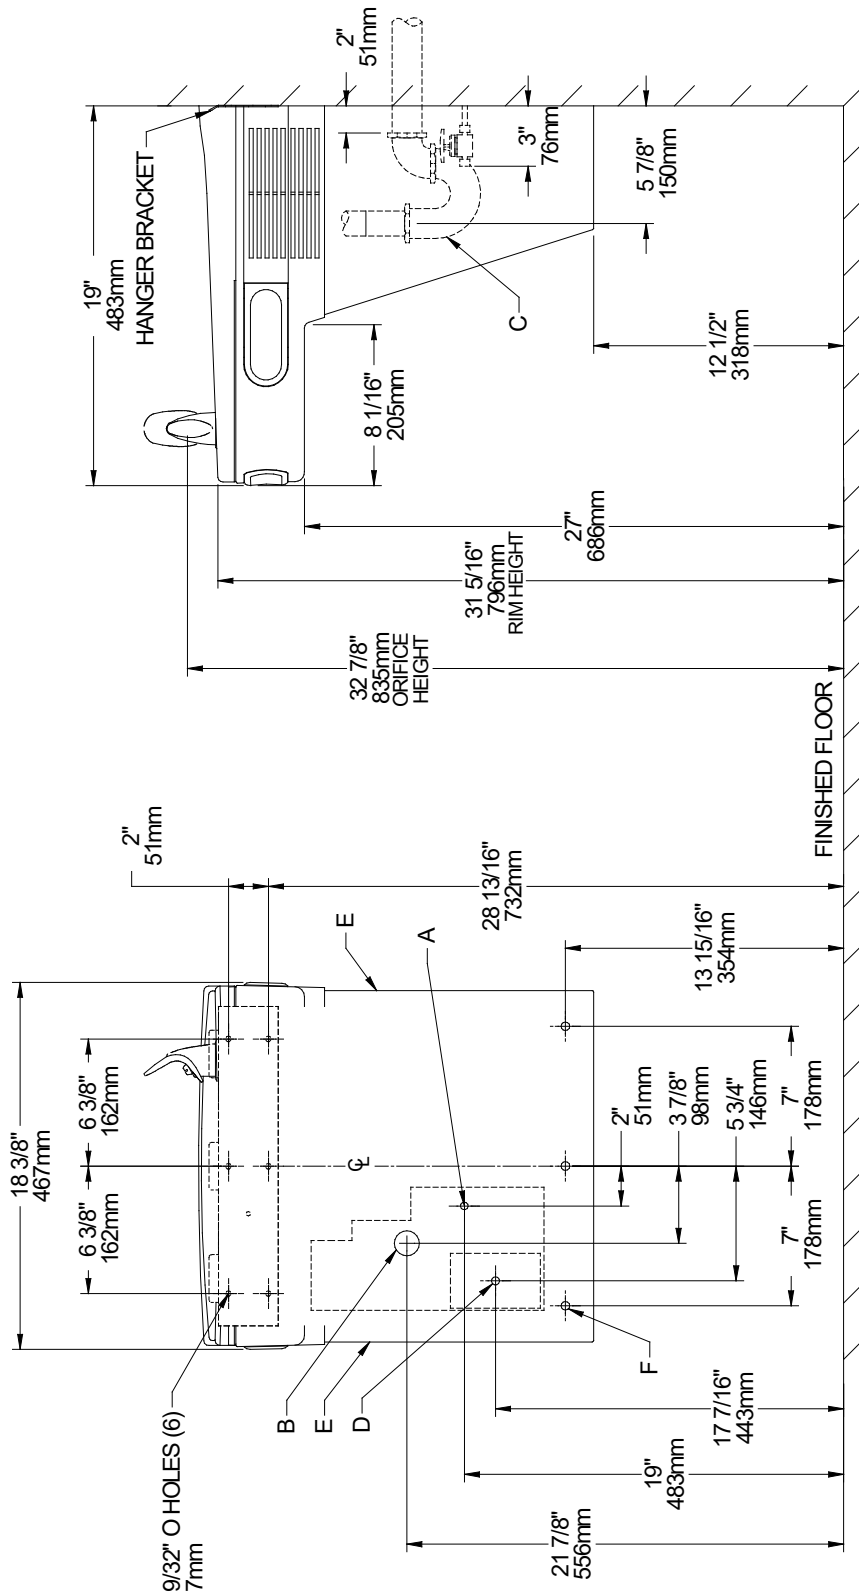

Fig. 2
- 1) Remove hanger bracket fastened to back of cooler by removing one (1) screw.
- 2) Mount the hanger bracket as shown in Figure 2.
- NOTE:** Hanger Bracket **MUST** be supported securely. Add fixture support carrier if wall will not provide adequate support. Anchor hanger securely to wall using all six (6) 1/4 in. dia. mounting holes.
- 3) Hang the cooler on the hanger bracket. Be certain the hanger bracket is engaged properly in the slots on the cooler back as shown in Figure 2.
- 4) Remove the four (4) screws holding the lower front panel at the bottom of cooler. Remove the front panel by pulling straight down and set aside.
- 1) Retire el soporte fijador que se encuentra conectado a la parte posterior del enfriador sacando un (1) tornillo.
- 2) Monte el soporte fijador de la manera descrita en Fig. 2.
- NOTA:** Es necesario que el soporte fijador sea apoyado seguramente. Agregue un portador al soporte fijador si La pared no aporta soporte adecuado. Amarre el soporte colgante seguramente a la pared. Usando todos los seis (6) agujeros de montaje de ¼ pulg. (63.5 mm) de diám.
- 1) Retirez le support de suspension fixé au dos du refroidisseur en retirant une (1) vis.
- 2) Montez le support de suspension comme indiqué dans la figure 2.
- 3) Pendez le refroidisseur au support de suspension. Assurez-vous que le support est correctement inséré dans les emplacements au dos du refroidisseur, comme indiqué dans la figure 2.
- 4) Retirez les four (4) vis maintenant en place le panneau frontal au bas du refroidisseur. Retirez le capot inférieur en tirant vers le bas et mettez-le de côté.